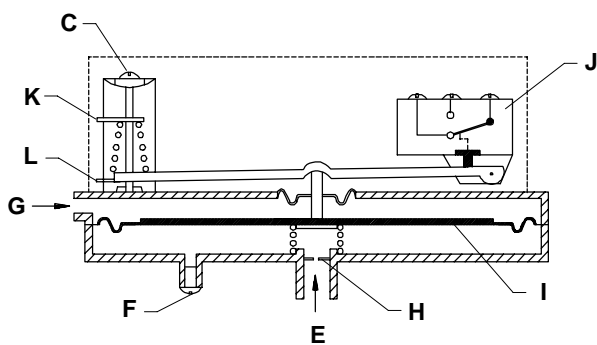

Fig. 2.
- Ajuster le point de consigne à l'aide de la vis de réglage Voir fig. 2.